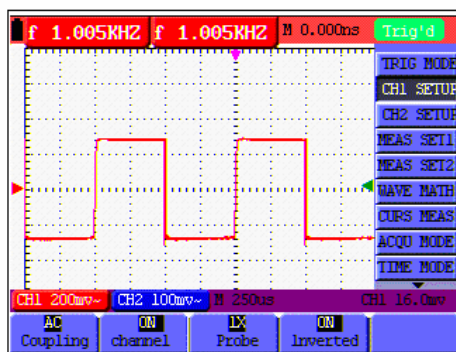

Рис. 18: Режим – Инвертирование (Inverted On)
3. Нажмите **F4** для включения режима **Inverted** (обратная полярность) (см. рис. 18). При этом осциллограмма по входу **Кан 1** – будет инвертирована.